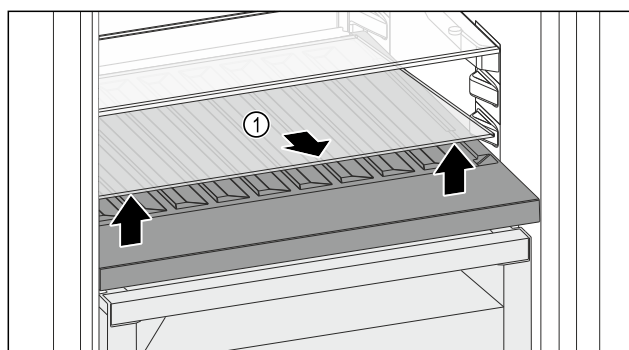

Fig. 165
- ▶ Повдигнете стъклената плоча Fig. 165 (1) при прореза отпред и извадете.
- ▶ Съхранявайте стъклената плоча Fig. 165 (1) на сигурно място извън уреда.
- ▶ Поставете стъклената плоча (2) под променливия рафт за бутилки.